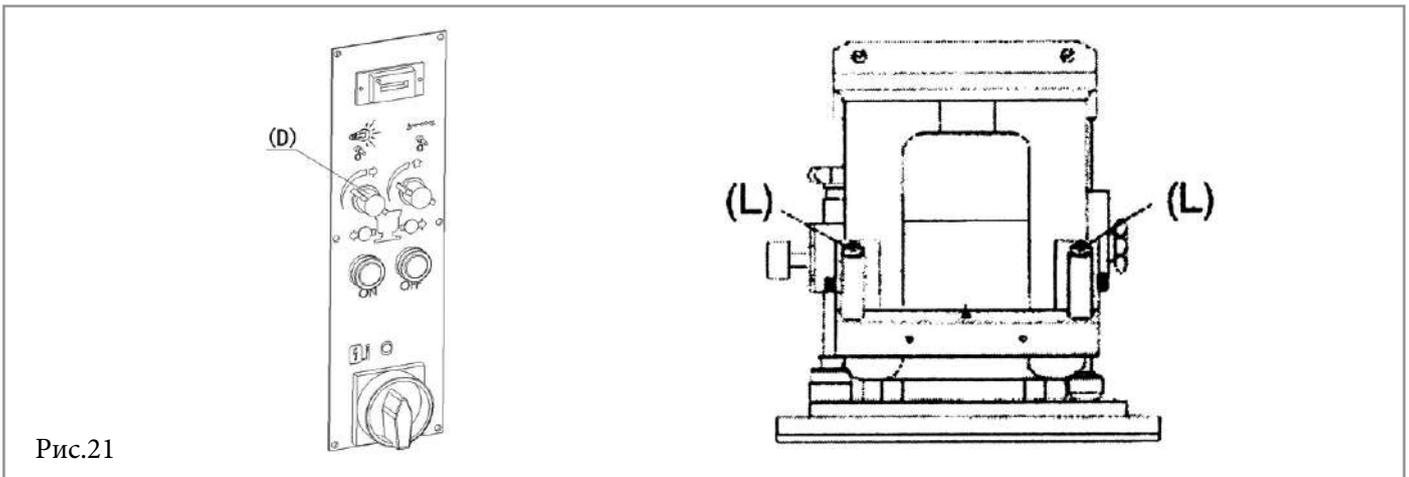

Рис.21
d) Одновременно нажмите кнопки на ручках активации вырубания, чтобы опустить пластину для вырубания материала, затем пластина начнет подниматься. После вырубания подвижная головка автоматически возвращается в исходное положение, скорость возврата можно отрегулировать с помощью регулятора D (рис.21).